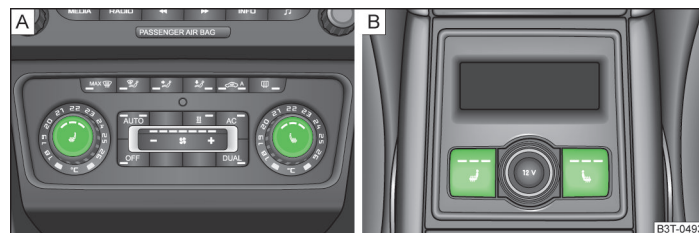

Fig. 57 Chauffage : Sièges avant/sièges arrière
- Dans le bouton rotatif, appuyer sur la zone du symbole [B] ou [C] » fig. 57 - [A].
- Appuyer sur la touche-symbole [B] ou [C] » fig. 57.